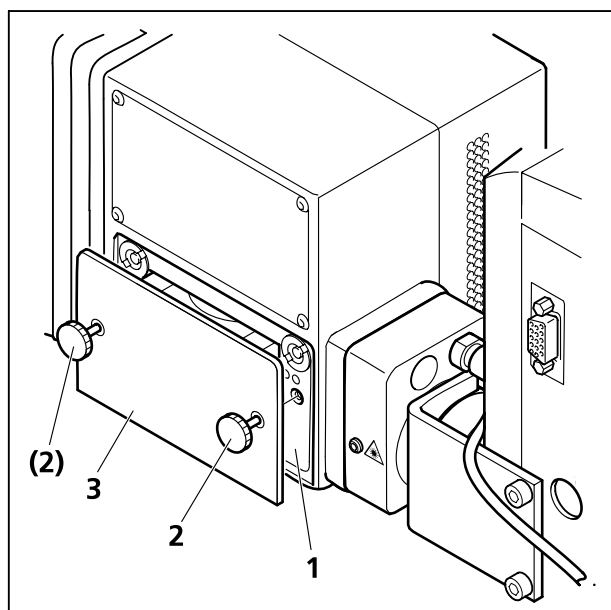

Fig. 1-35 Encaje de filtros del LSM BiG
- Afloje los dos tornillos moleteados (Fig. 1-35/2).
- Saque el encaje de filtro (Fig. 1-35/3) del LSM BiG (Fig. 1-35/1) y póngalo encima de la mesa.
- Una vez cambiado el módulo de filtro, inserte el encaje de filtro (Fig. 1-35/3) de nuevo en el LSM BiG (Fig. 1-35/1).
- Apriete los dos tornillos moleteados (Fig. 1-35/2).